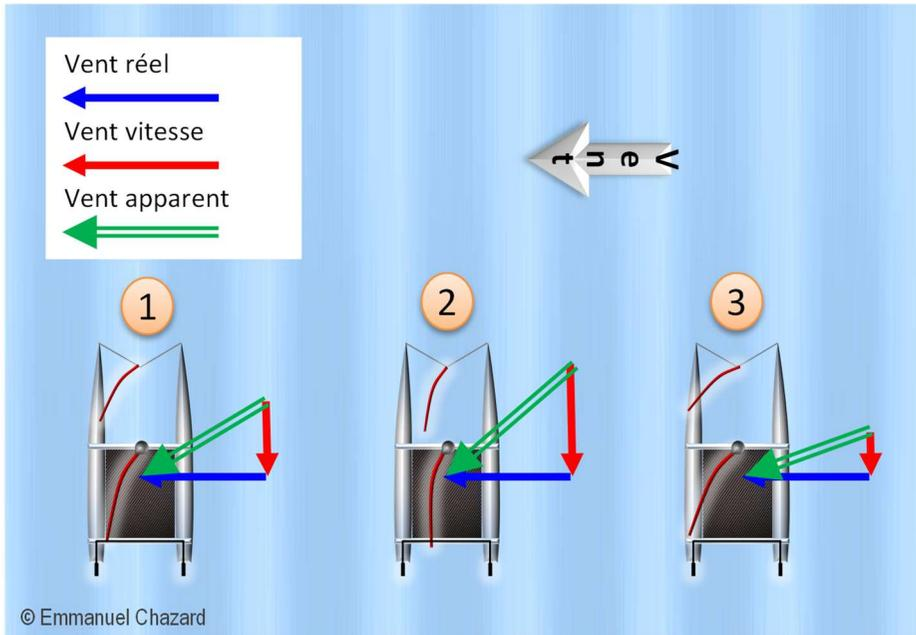

Figure 52. Effet des changements de vitesse du catamaran
La Figure 52 illustre les effets d'un changement de vitesse sur le vent apparent.
Le catamaran représenté à gauche sur la Figure 52 fait route au travers (vent réel), mais ressent un vent apparent de petit largue, il est donc réglé au petit largue (1).